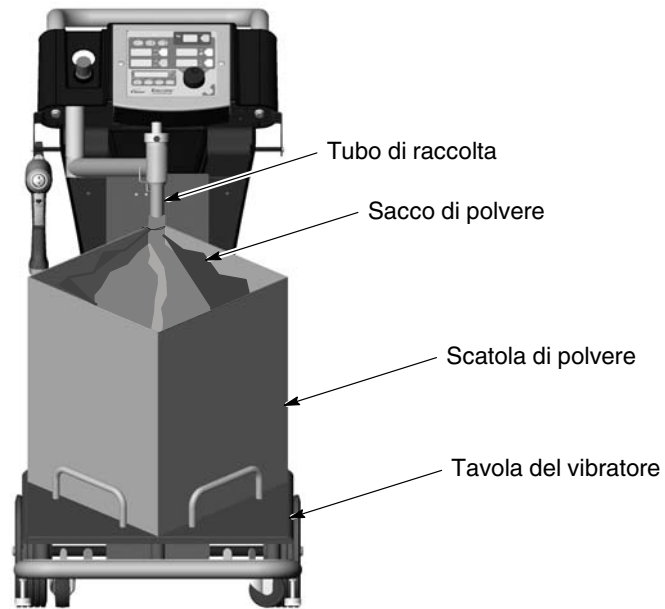

Figura 4-2 Avviamento della scatola di polvere
2. Vedi figura 4-2. Poggiare una confezione di polvere sulla tavola del vibratore.